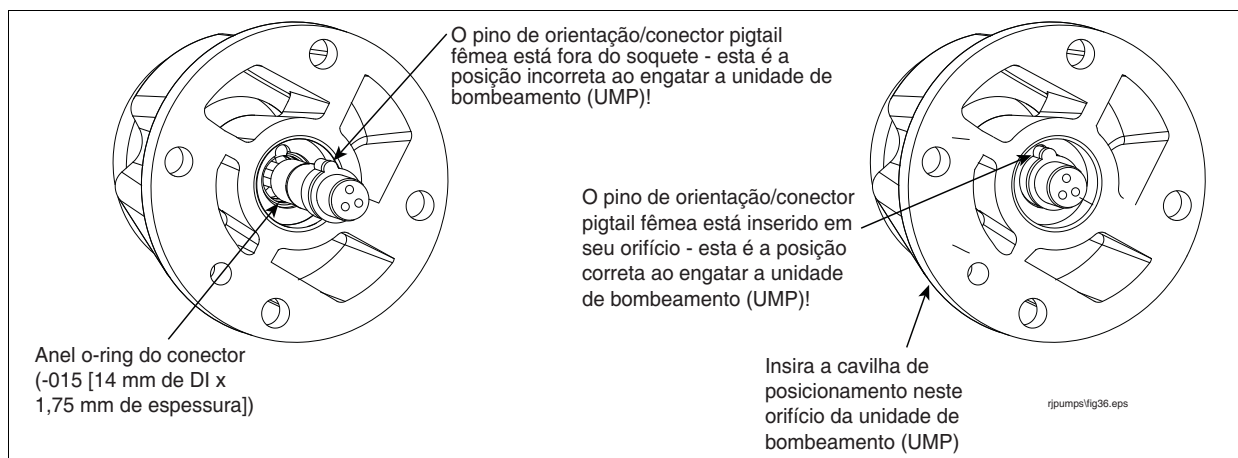

Figura 7. Verificação de que o conector pigtail fêmea está posicionado corretamente
1. Olhe com atenção o conector pigtail na ponta do bocal de descarga. Assegure-se de que o conector pigtail esteja inserido em seu soquete e que seu pino de orientação esteja em seu orifício próprio (ver Figura 7).
3. Alinhe a cavilha de posicionamento da unidade de bombeamento (UMP) com o orifício adequado no bocal de descarga (ver Figura 7) e encaixe manualmente a unidade de bombeamento usando apenas sua força. A unidade de bombeamento (UMP) deve estar firmemente encaixada no bocal de descarga antes da instalação dos parafusos.